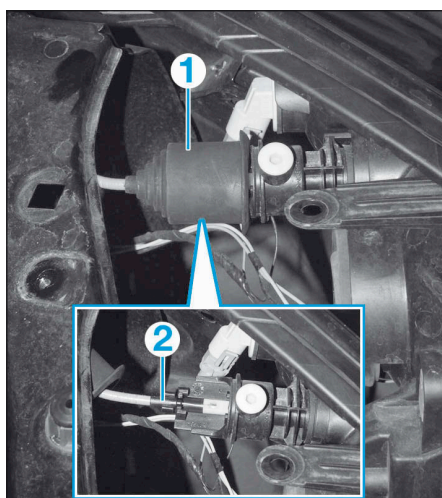

FIG.34
- Défaire le soufflet (1) (Fig.34).
- Débrancher l'actionneur (2) de réglage des projecteurs.